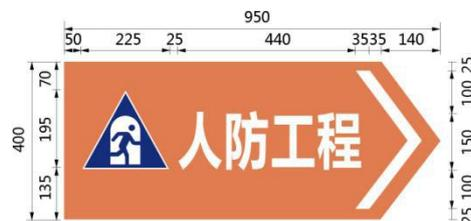

图 7 指示牌样式及尺寸示例
6. 指示牌样式及尺寸示例见图 7。字体为微软雅黑，加粗。双面贴膜。